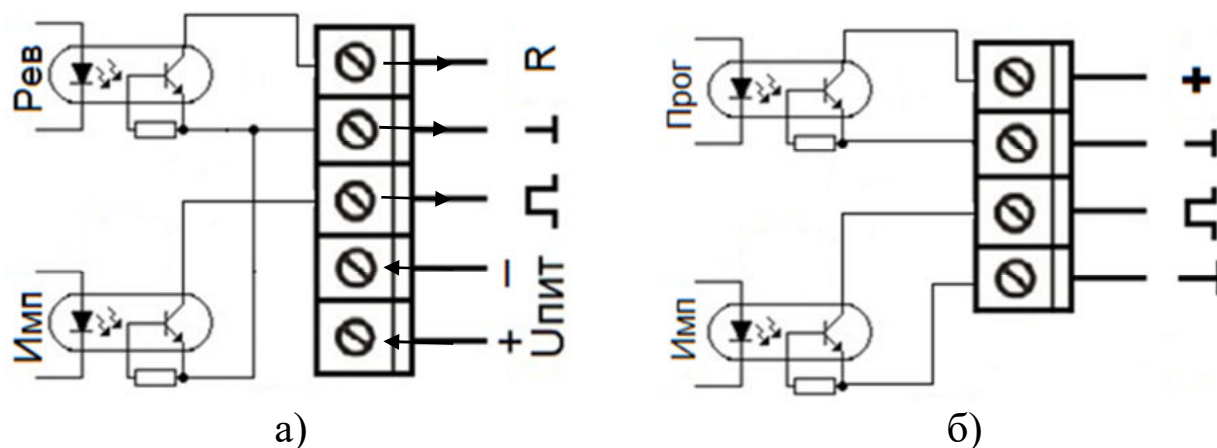

Рисунок 4. Схема дискретных выходов:
3.6.1 Расходомеры с однолучевым зондированием имеют дискретные выходы - импульсный выход «Имп» и выход сигнала обратного направления потока «Реверс» (R) (рисунок 4а);
Расходомеры с двухлучевым зондированием имеют дискретные выходы - импульсный выход «Имп» и выход программируемый «Прог» (рисунок 4б).